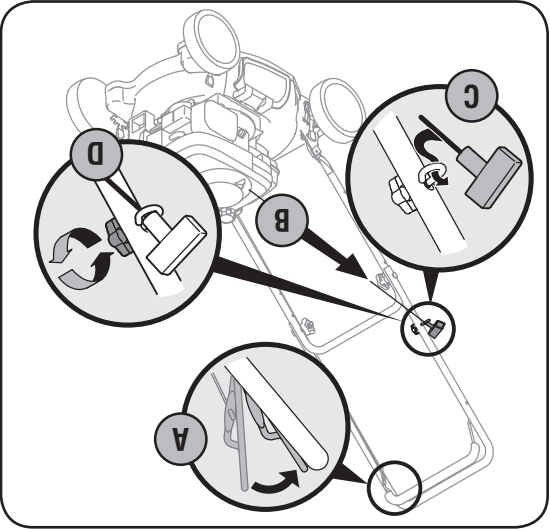

Figure 3
3. Installation du guide de la corde. Voir la Figure 3.